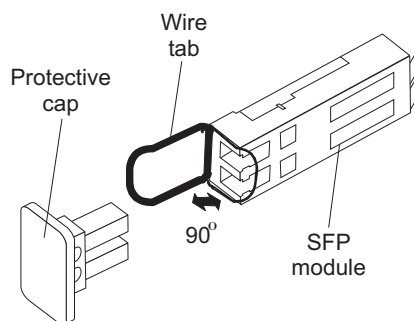

Figura 18. Destravando a Trava do Módulo SFP - Variedade Metálica
- Para módulos SFP que contêm guias metálicas, destrave a trava do módulo SFP puxando a trava metálica 90° para fora, conforme mostrado na Figura 18.